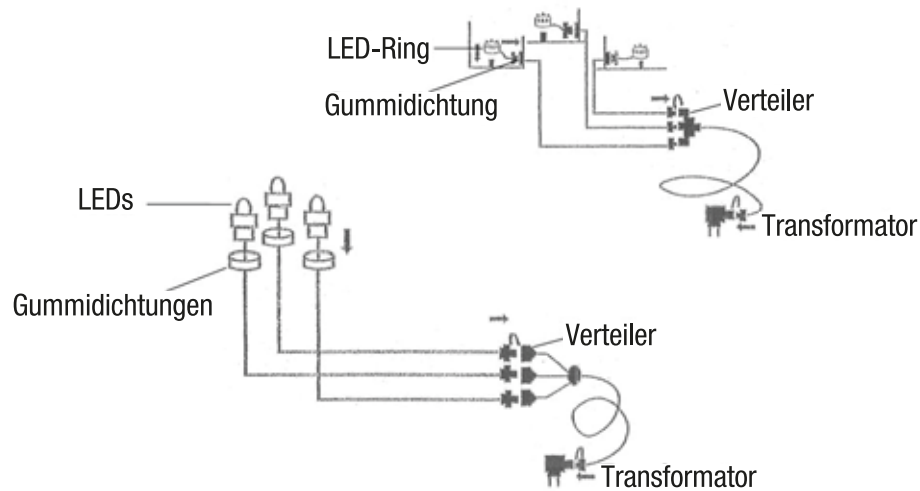

Abb. 1
- Der LED-Verteiler muss sich außerhalb des Brunnens befinden (siehe Abbildung 1).
- Auch hier ist darauf zu achten, dass sich der LED-Verteiler außerhalb des Brunnens befindet (siehe Abbildung 1).